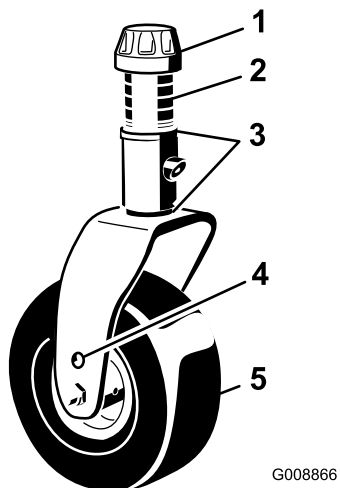

Figura 7
2. Coloque os eixos da roda giratória nos mesmos orifícios, em ambas as forquilhas da roda giratória. Consulte Figura 7 e Figura 8 para determinar os orifícios correctos para a configuração.
3. Retire a tampa de fixação do eixo roscado desloque o fuso (Figura 7) para fora do braço da roda giratória. Coloque os 2 calços (1/8 pol.) no eixo, tal como se encontravam originalmente. Estes calços são necessários para atingir a mesma altura ao longo de toda a largura das unidades de corte. Desloque um número apropriado de espaçadores de 13 mm para o eixo para obter a altura de corte desejada; em seguida, desloque a arruela para o eixo.
Consulte Figura 7 e Figura 8 para determinar as combinações de espaçadores para a configuração.